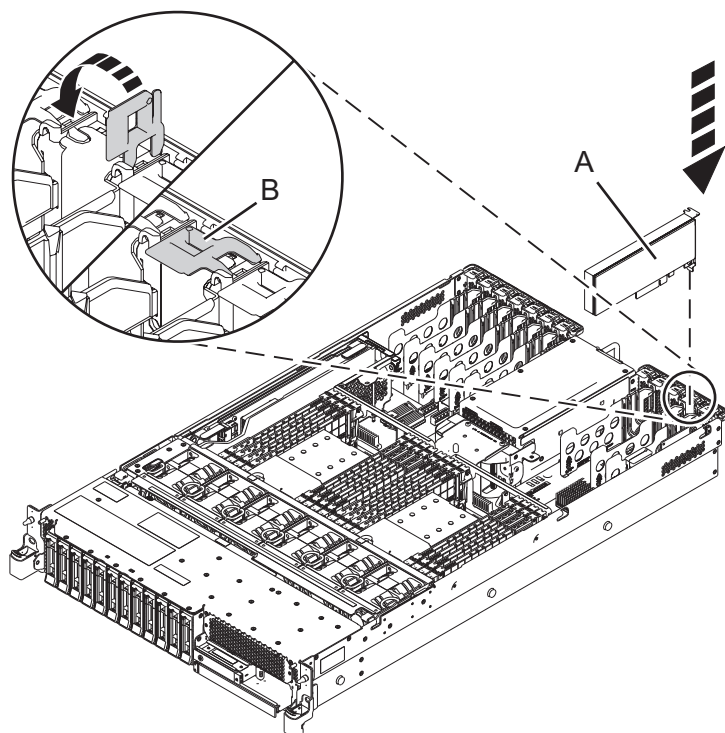

Figura 6. Instal·lació o substitució d'un adaptador PCIe al sistema 5148-21L, 5148-22L, 8247-21L, 8247-22L, 8284-21A, o 8284-22A
8. Si el pestell d'adaptador (B) de la ranura de destinació encara no està en la posició d'obertura, estireu el pestell fins que es col•loqui en posició d'obertura fent-lo girar cap a fora del clip de la part posterior del sistema, tal com es mostra a la Figura 6 a la pàgina 11.
9. Agafeu amb compte l'adaptador per l'extrem superior o per la contrapunta i alineu-lo amb la ranura i el seu connector de la placa posterior del sistema **(A)**, tal com es mostra a Figura 6.
11. Per bloquejar l'adaptador dins la seva ranura, feu girar el pestell d'adaptador **(B)** en la direcció que es mostra a la Figura 6.